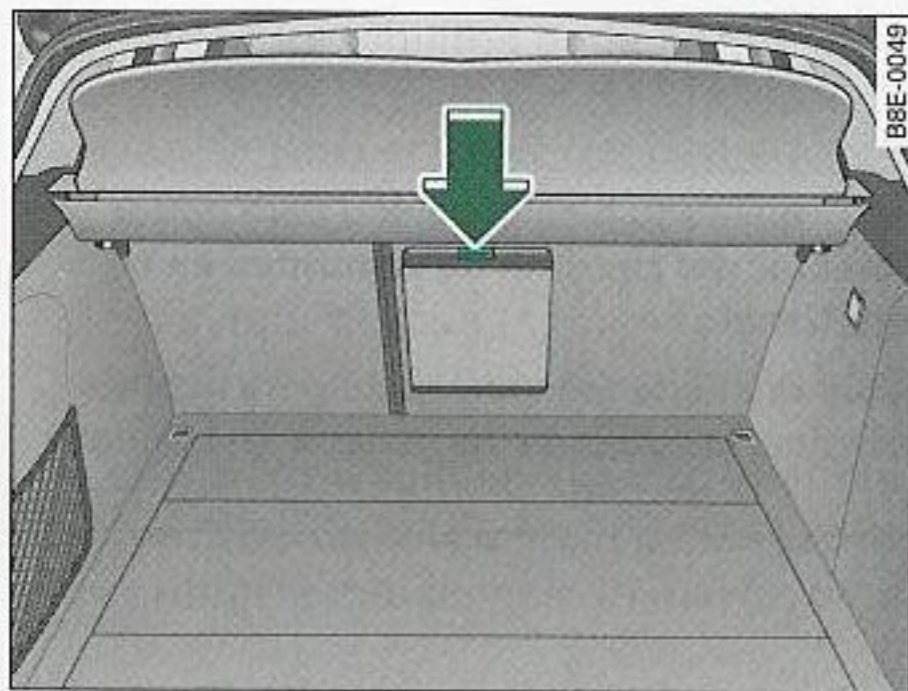

Fig. 107 Detalle del asiento trasero desde atrás: Tapa del saco para objetos alargados
- Oprima la tecla de desbloqueo de la tapa del saco para objetos alargados ⇒ fig. 107 -flecha- y gírela hacia abajo.